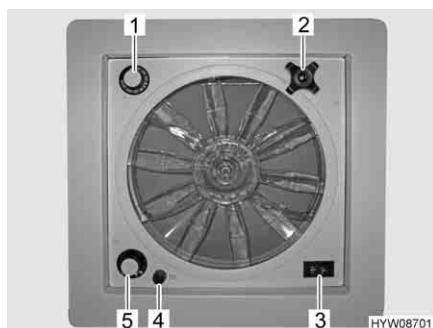

Fig. 46 Oblò con ventilatore
- ▷ Un fusibile da 4 A (Fig. 46,4) protegge da sovraccarico il motore del ventilatore. Se si verifica un sovraccarico: Individuare per prima cosa la causa (ad es. il ventilatore è sporco), poi sostituire il fusibile.
**Apertura oblò:** ■ Ruotare la maniglia girevole (Fig. 46,2), finché non si raggiunge l'angolo di apertura desiderato.
**Aerazione/sfiato:** ■ Portare l'interruttore a levetta (Fig. 46,3) su "Aerazione" (flusso d'aria dall'esterno verso l'interno) o "Sfiato" (flusso d'aria dall'interno verso l'esterno).
**Spegnimento del ventilatore:** ■ Portare l'interruttore a levetta (Fig. 46,3) sulla posizione centrale.
**Impostazione della velocità del ventilatore:** ■ Posizionare l'interruttore girevole (Fig. 46,5) sul grado desiderato:
**Impostazione della temperatura:** ■ Ruotare il termostato (Fig. 46,1) fino alla battuta in direzione "blu".